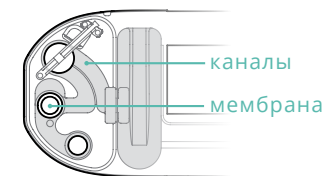

Рис. 29
7. Протрите влажной мягкой тряпкой поверхности внутренних каналов (см. рисунок 29) устройства;
10. Осторожно прочистите щеткой ультразвуковую мембрану (см. рисунок 29);